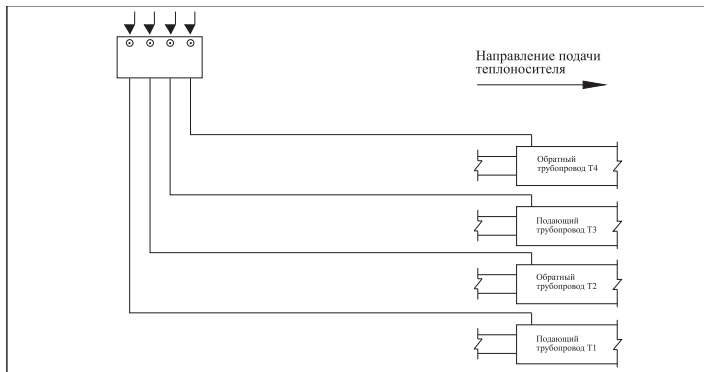
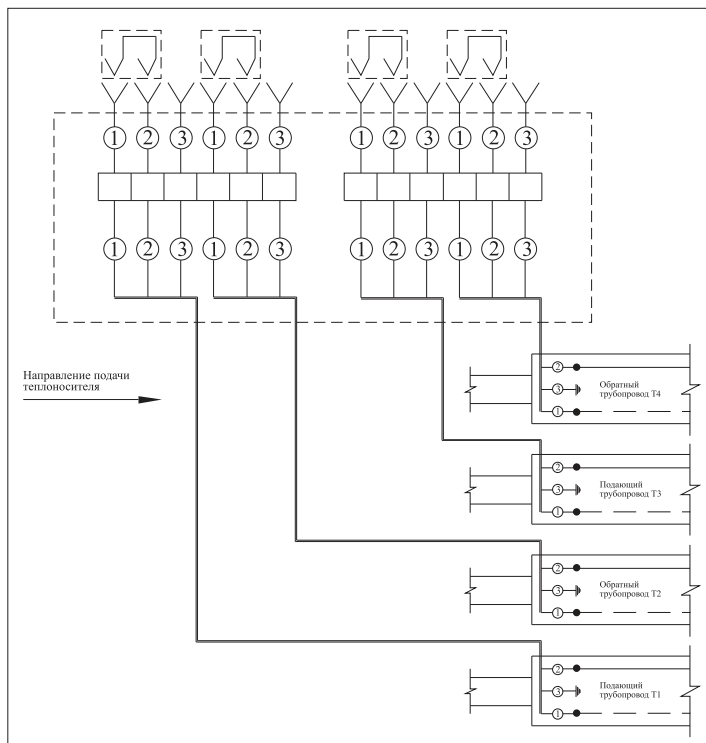

Рис. 2 Закольцовка одной четырехтрубной системы ОДК
Рис. 7 Закольцовка одной четырехтрубной системы ОДК
2.1. Закольцовка одной четырехтрубной системы ОДК - **Рис. 2, 7.**
на принципиальной схеме (Рис. 2–6)	на электрической схеме (Рис. 7–11)
Подключение терминала к системе оперативного дистанционного контроля производить в соответствии с монтажными схемами (**Рис. 2–6**) и электрическими схемами (**Рис. 7–11**).
Порядок соединения проводов указан на электрических схемах – **Рис. 7–11**.
6. Для закольцовки одной четырехтрубной системы ОДК монтаж проводников внутри терминала осуществлять по электрической схеме – **Рис. 7**.